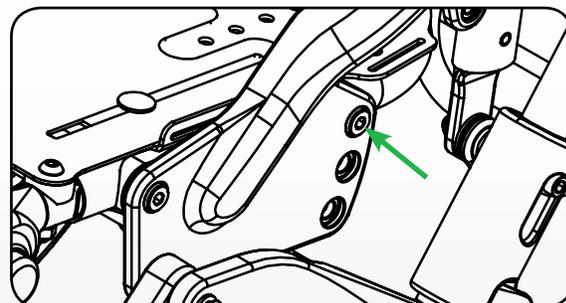

Figure 7
2. Retirez les boulons du côté gauche et du côté droit, consultez figure 7. La clé hexagonale 5mm et la clé 13 mm sont nécessaires.